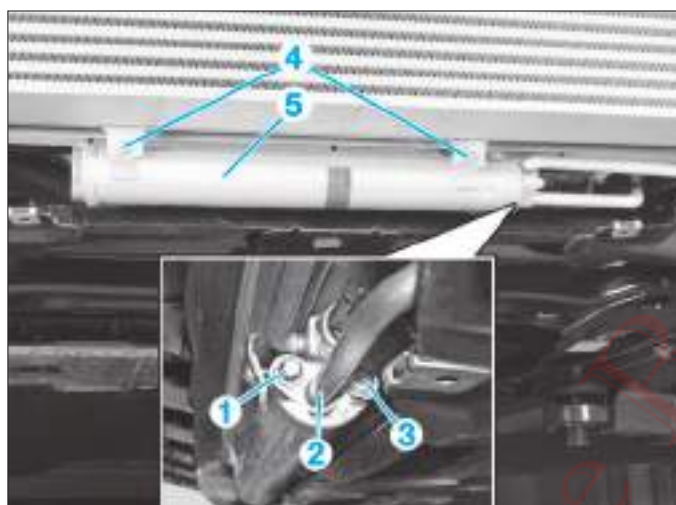

FIG. 10
- Déposer la vis (1) (Fig.10).
- Désaccoupler le tuyau (2).
- la vis (3),
- les 2 vis (4),
- la cartouche déshydratante (5).